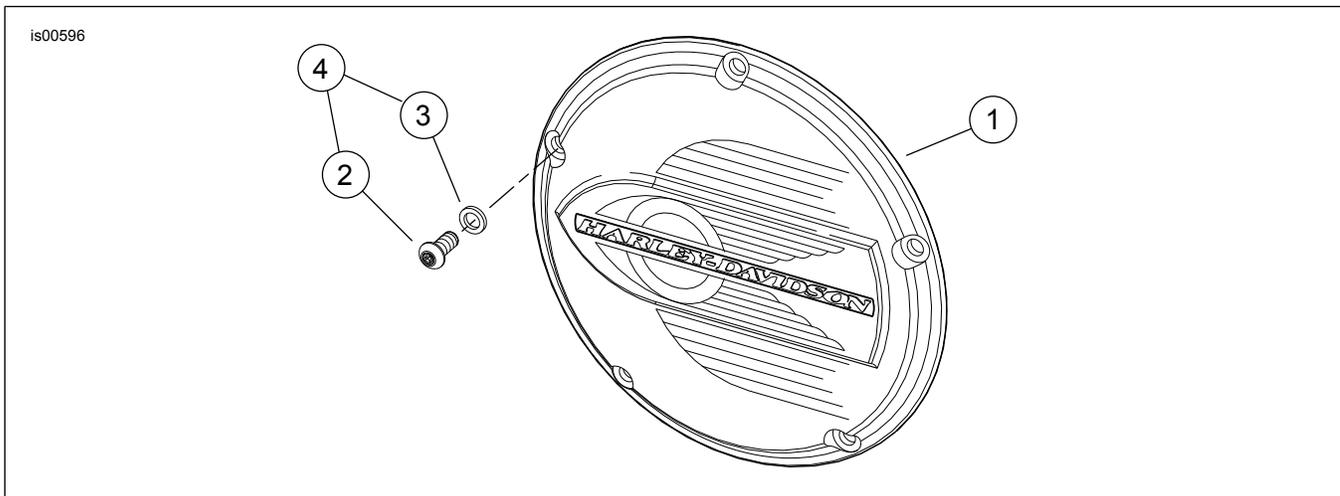

Figura 2. Tampa de inspeção da embreagem "Flying Wheel"
Veja a Figura 2 e a Tabela 1.
- b. Veja a Figura 2. Coloque uma arruela (3) do kit nas roscas de um dos **novos** parafusos (2). Insira o parafuso através do furo superior na tampa de inspeção da embreagem e enrosque-o com cuidado até o fim através do furo triangular na gaxeta. Não empurre o parafuso através do furo.